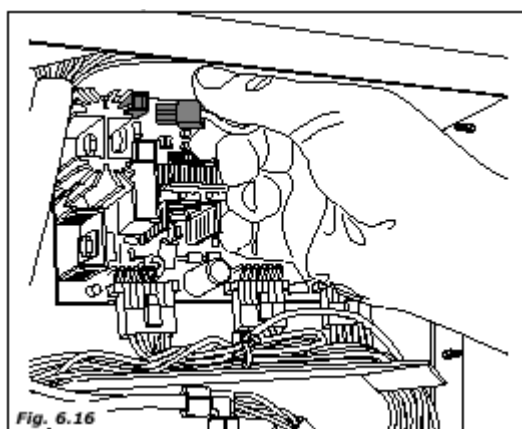

Fig. 6.16
- выполните следующие действия: подсоедините разъем сопротивления к карте питания и подождите около 10 минут, пока температура не достигнет рабочего уровня (рис. 6.16).